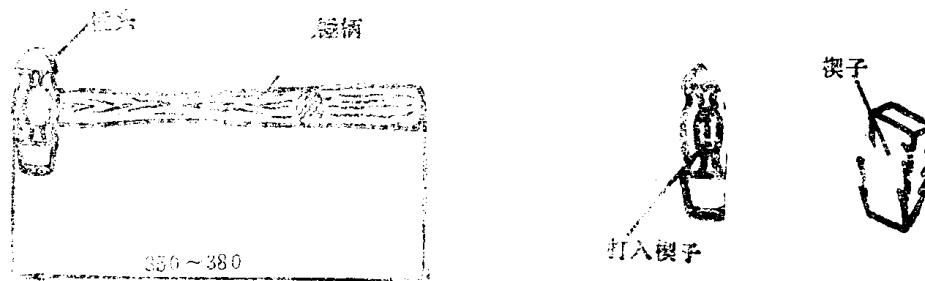

图 3-1 手锤
1. 手锤（榔头） 手锤(图3-1)是钳工常用的工具之一，在金属錾削、矫正工件、拆装零件等操作中应用极为广泛。